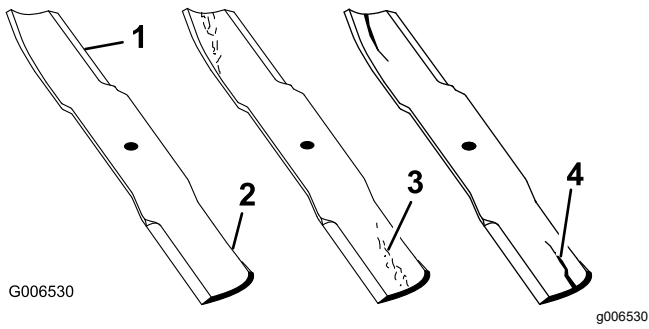

Figura 109
1. Inspeccione los filos de corte (Figura 109).
4. Si observa fisuras, desgaste o la formación de una ranura en esta zona, instale de inmediato una cuchilla nueva (Figura 109).